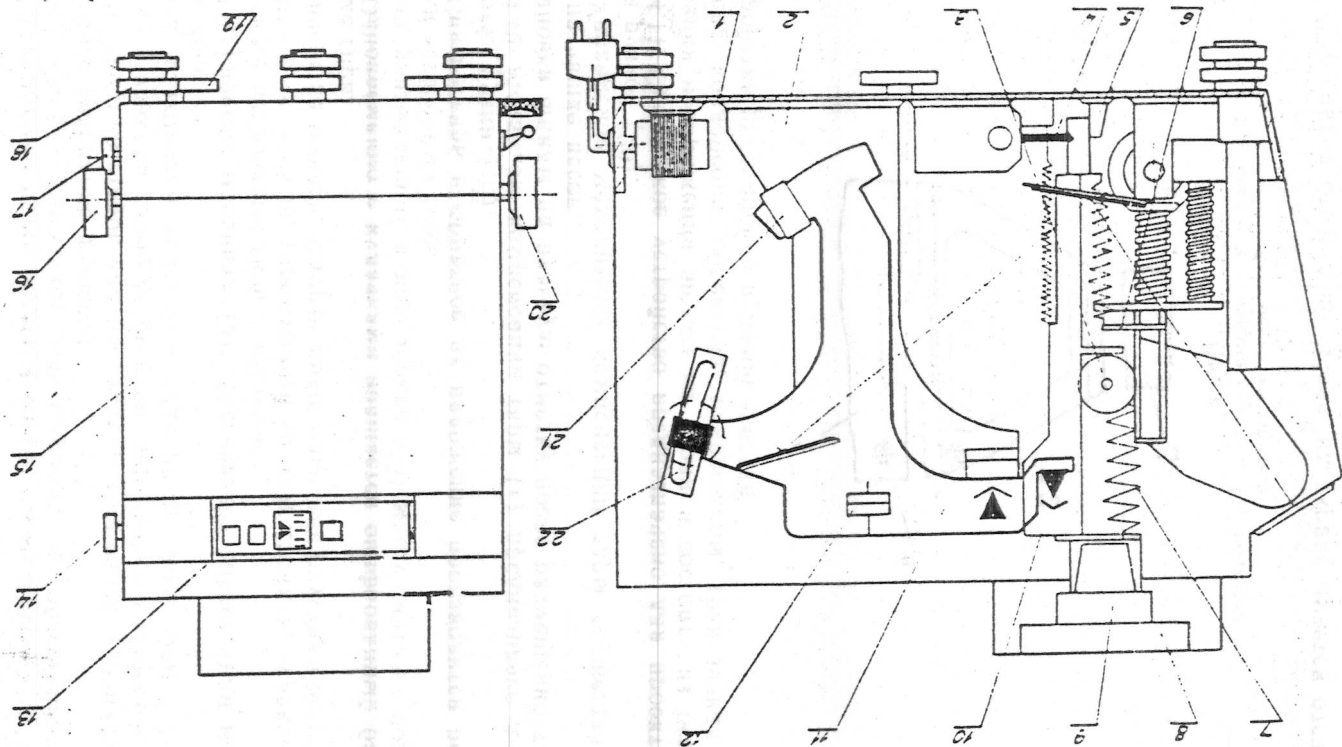

Рис. 1
4.2. Весы (рис. 1) состоят из следующих узлов:
После установки призмы струнки закройте фиксатор (5) (см. рис. 1), поставив его в вертикальное положение.